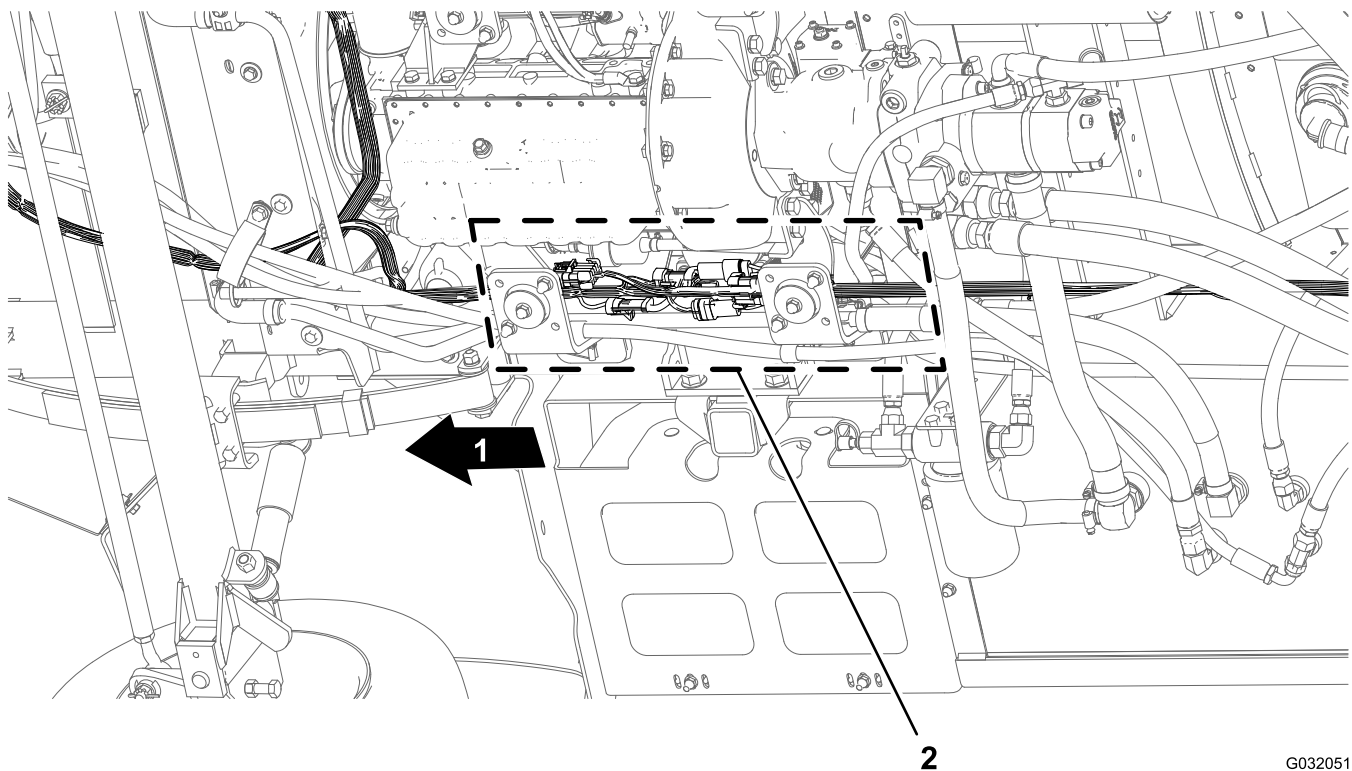

Figura 14
1. Debaixo da máquina, ao lado do tubo da estrutura do lado direito, localize os conectores elétricos para a cablagem dianteira e traseira da máquina (Figura 14).